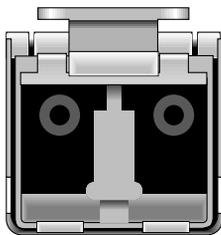

図 6-4 SFP の末端の二重ジャック
2. ファイバチャネルケーブルの片方の端を、図 6-4 に示す SFP の末端の二重ジャックに差し込みます。